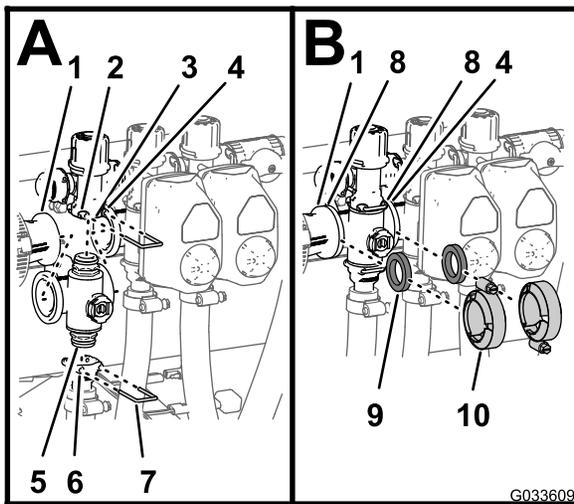

Bild 131
- Setzen Sie das obere Endkappen-Anschlusstück des Verteilerventils in das Anschlusstück des Sicherheitsventils ein (Bild 131 A).
2. Stecken Sie einen Halter in die Buchse des Anschlussstückes des Sicherheitsventils, um das Endkappen-Anschlussstück am Anschlussstück des Sicherheitsventils zu befestigen (Bild 131 A).
3. Montieren Sie das Auslaufanschlussstück am unteren Endkappen-Anschlussstück des Verteilerventils (Bild 131 A).
4. Stecken Sie einen Halter in die Buchse des Auslaufanschlussstückes, um das Endkappen-Anschlussstück am Auslaufanschlussstück zu befestigen (Bild 131 A).
5. Fluchten Sie eine Dichtung zwischen den Flanschen der Reduzierkupplung und dem Abschnittventilverteiler aus (Bild 131 B).
6. Montieren Sie die Reduzierkupplung, die Dichtung und den Abschnittventilverteiler mit einer Klemme und ziehen sie mit der Hand an (Bild 131 B).
7. Fluchten Sie für den Einbau der zwei ganz linken Abschnittventile eine Dichtung zwischen den Flanschen der zwei danebenliegenden Abschnittventilverteiler aus (Bild 131 B).
einer Klemme und ziehen sie mit der Hand an (Bild 131 B).